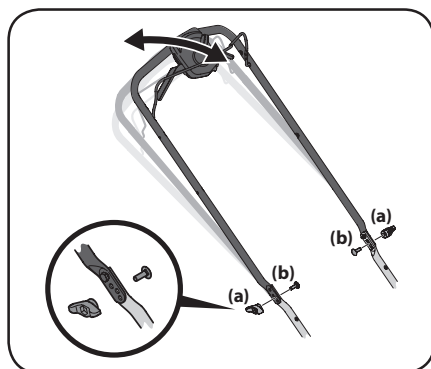

Figura 2-16
1. Retire las perillas de aleta (a) y los pernos de carro (b) de la manija. Consulte la Figura 2-16.
2. Coloque la manija en una de las tres posiciones que sea más cómoda. Consulte la Figura 2-16.